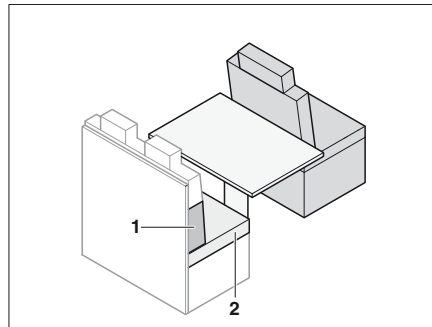

Bild 190 Före ombyggnaden
- Ta bort sittdynan (Bild 190,2).
- Lägg ryggdynan (Bild 190,1) mellan sittdynan och bakväggen. Beakta kilformen.